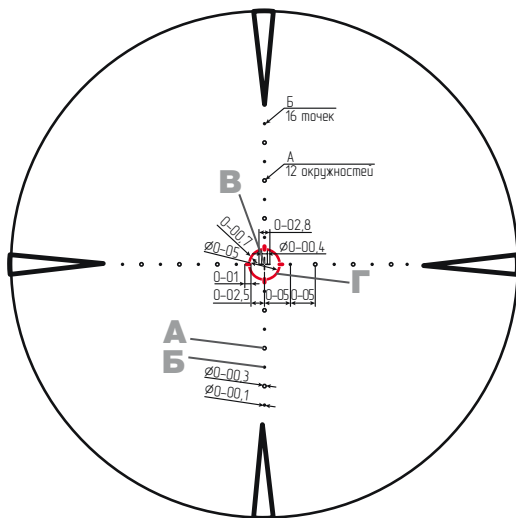

Рисунок 5
- угломерная шкала состоит из 12 окружностей «А» и 16 точек «Б» (Рисунок 5);